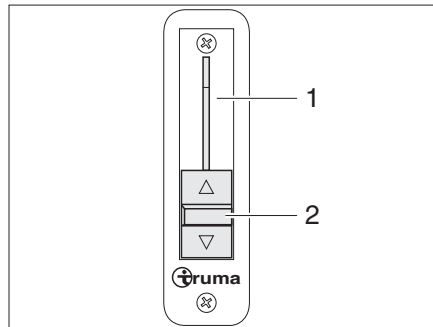

Fig. 18 Blocage de phase
Le régulateur à coulisse pour le blocage de phase (Fig. 18,2) se trouve à gauche sur le tableau de bord (Fig. 18,1).
- Pousser le levier (Fig. 18,2) entièrement vers le bas. Le blocage de phase est fermé.